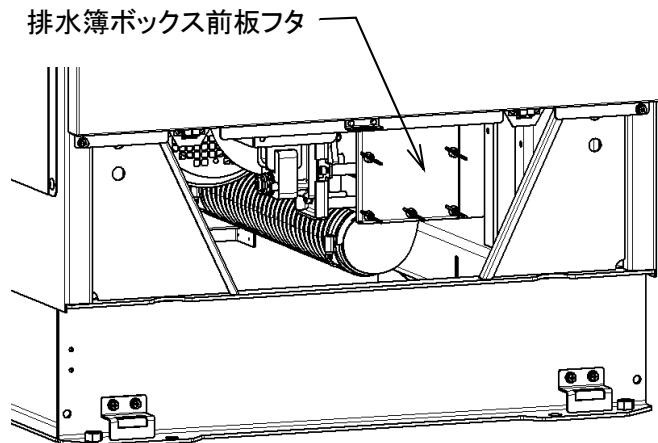

図 8-13
- 前面下部カバーを外します。(図8-13)
- 前面に⑧排水ボックス前板フタが見えます。
- ⑧排水ボックス前板フタを開けると排水ボックス内の排水しきれなかった水が出て来ます。排水ボックスの下にトレーなどを置き作業すること。
- ⑩蝶ナットを緩め、⑧排水ボックス前板フタと⑨排水ボックス前板パッキンを外します。
- 排水ボックス内のゴミを取り除き、⑤排水弁ゴム板の表面に付着物がある場合は拭取ります。
- ⑤排水弁ゴム板にひび割れや損傷がないか確認します。